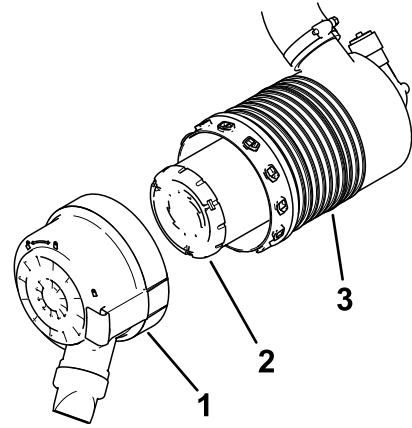

Figura 39
5. Instale la tapa del limpiador de aire con el tapón guardapolvo orientado hacia abajo, como se muestra en la Figura 39, y cierre los enganches.